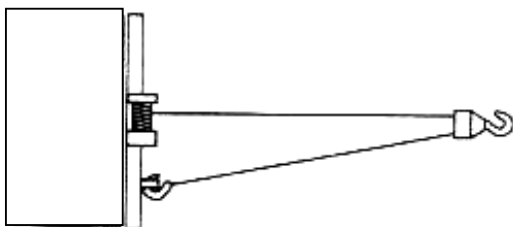

Fig.2
2. Mai sovraccaricare. Assicurarsi che tutti i dispositivi usati rispettino i criteri di trazione massima del verricello. (vedi fig.1) Raccomandiamo di usare l'opzionale di blocco puleggia fornito per doppiare la fune metallica. (vedi fig.2) Doppiare con il blocco puleggia per ridurre il carico sul verricello, sulla fune metallica e sulla batteria. Doppiando i blocchi puleggia dovrebbero essere stimati a